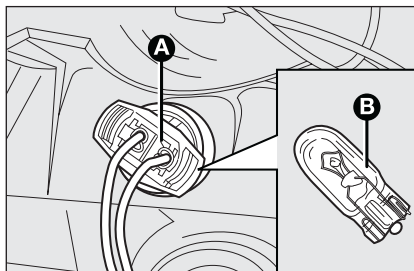

fig. 25
- estrarre il gruppo portalamпада **A**-fig. 25 montato a pressione, sfilare la lampada **B** e sostituirla;